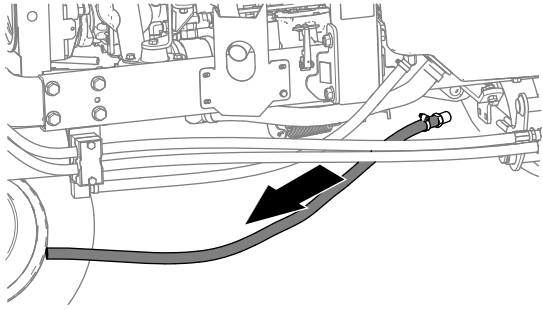

Figura 46
2. Retire la manguera de retorno del enfriador de aceite de la máquina (Figura 46).